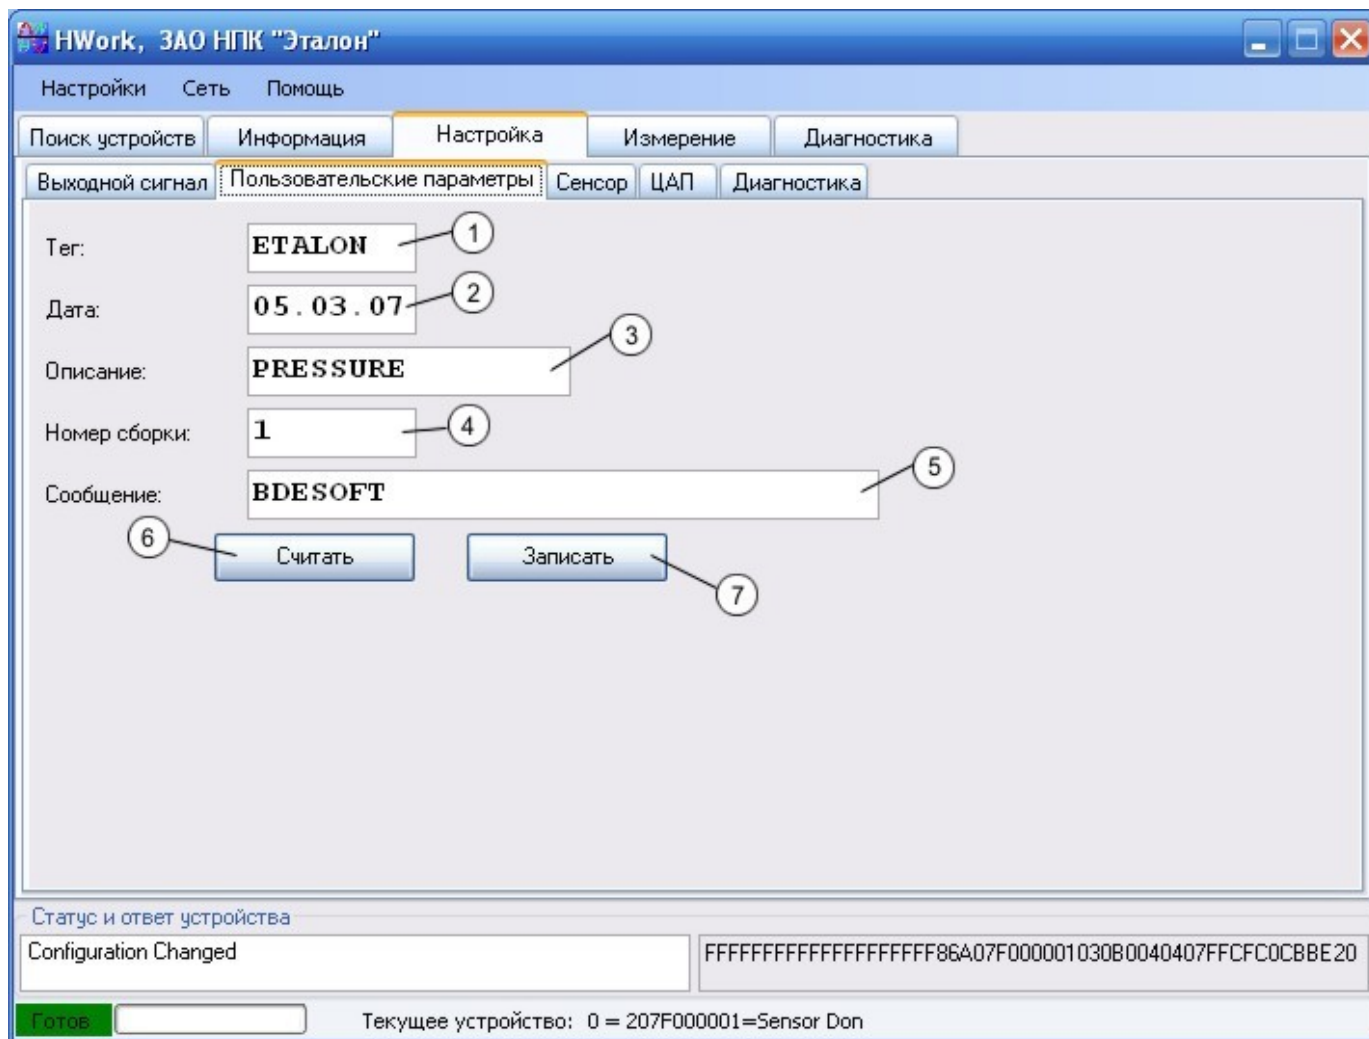

Рис. 8. Настройка пользовательских параметров.
Для настройки пользовательских параметров переключитесь на закладку «Пользовательские параметры» (Рис. 8).
- 1. Тег (поз.1 Рис. 8), путем указания строки из 8-ми символов.
- 2. Дату (поз.2 Рис. 8), путем указания в формате *дд.мм.гг*.
- 3. Описание (поз. 3 Рис. 8), путем указания строки из 16-ти допустимых символов HART – протокола (см. Приложение 1).
- 4. Окончательный номер сборки (поз. 4 Рис. 8), путем указания числового значения в диапазоне от 0 до 16777215.
- 5. Сообщение (поз. 5 Рис. 8), путем указания строки из 24-х допустимых символов.
Для записи изменений выполните команду «Записать» (поз. 7 Рис. 8).